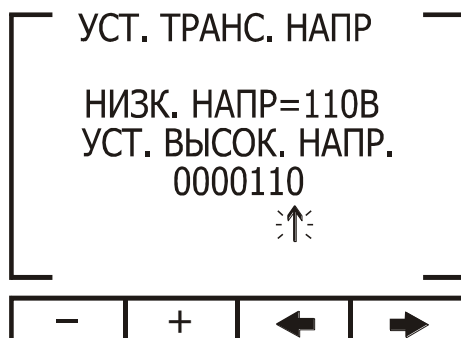

Рис. 13
- Для настройки коэффициента трансформации трансформаторов напряжения (используются в случае, если фазное напряжение сети превышает 230 В, например, 660 В), вернитесь в предыдущий уровень меню, нажав кнопку Back, и выберите пункт «Уст. транс. напр». Нажмите Enter. На дисплее появится экран установки первичного напряжения трансформатора (рис. 13):